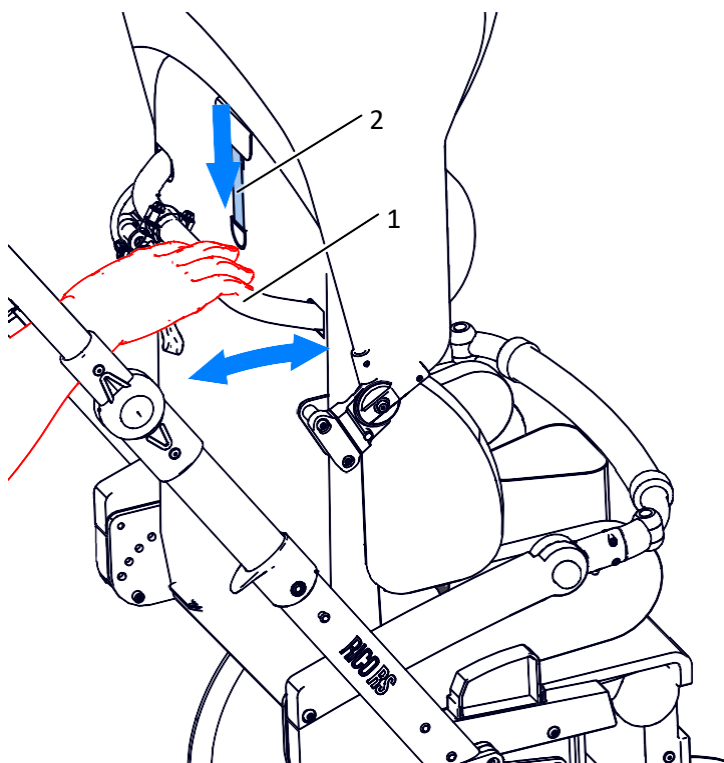

Fig. 16
Per regolare l'angolo dello schienale, afferrare il supporto dello schienale (1) e tirare il nastro di rilascio (2) Fig. 16. Dopo aver regolato l'angolo di inclinazione desiderato dello schienale, rilasciare il nastro (2). Quindi spostare lo schienale su e giù, in modo che il blocco della posizione dello schienale si blocchi.